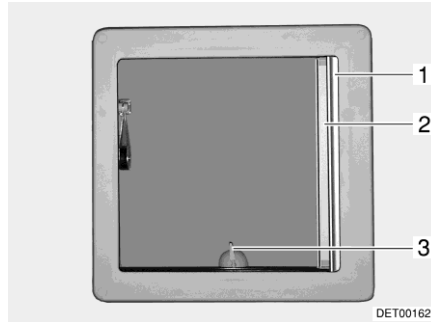
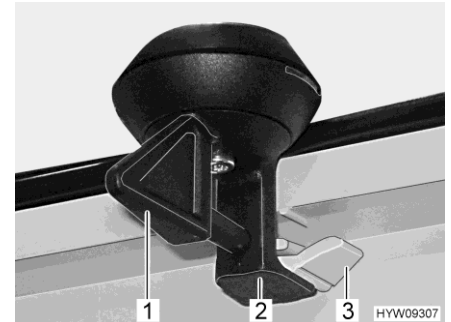

Fig. 28 Oblò inclinabile
Fig. 29 Bloccaggio (oblò inclinabile)
- Ruotare la leva (Fig. 28,3 o Fig. 29,1) di un quarto di giro.
- Girare la leva di un quarto di giro. Il bloccaggio (Fig. 29,2) deve entrare nell'aggancio inferiore (Fig. 29,3).
- Tirare la tendina oscurante pieghevole (Fig. 28,1) fino alla posizione desiderata e rilasciare. La tendina oscurante pieghevole rimane in questa posizione.
- Estrarre la zanzariera a rullo (Fig. 28,2) fino a quando non scatta il bloccaggio dalla parte opposta.